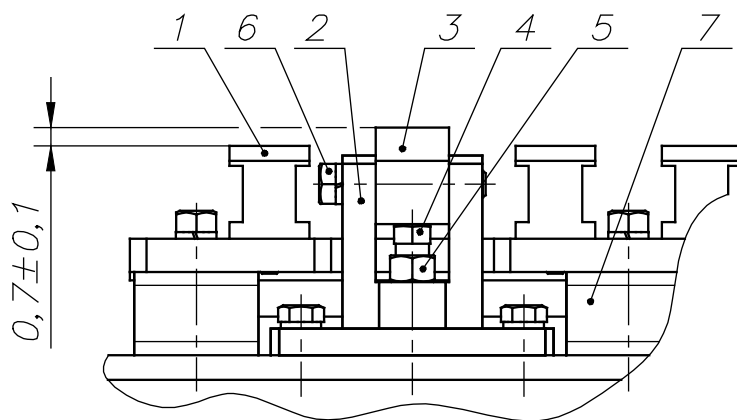

Рисунок 11. Настройка вибростола.
Не реже 3 раз в год производить проверку состояния подушек 7 вибростола (рисунок 11). При выходе из строя (слом резьбового участка, трещины опорных пластин) подушки следует заменять. Для проверки состояния подушек вибростола рекомендуется следующий способ:
3. открутить болты 6 и снять опоры 3 (рисунок 11);